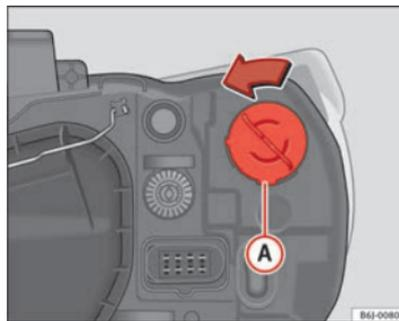

Abb. 156 Blinker bei Einfachscheinwerfer
- Drehen Sie den Lampenträger ⇒ Abb. 156 Ⓐ nach links und ziehen Sie.